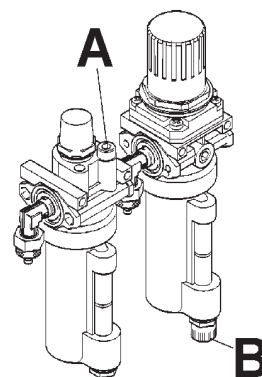

Fig. 6.0-3
H. Descargue el agua del filtro neumático cada día. Hágalo girando el pomo "B" a la derecha y empujándolo hacia arriba. El agua debe eliminarse inmediatamente. (ver 'B' en la Fig. 6.0-3).